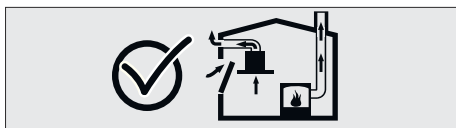

Fig. 2
- Pertanto, un adeguato apporto di aria fresca all'ambiente deve essere sempre garantito. Fig. 2